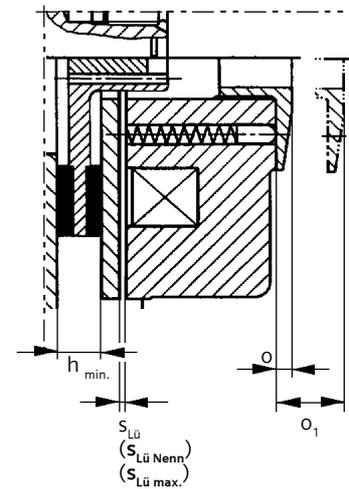

Fig. 2 Änderung des Bremsmomentes / Adjusting the braking torque / Modification du couple de freinage
2.3 Изменение тормозного момента (см. рис. 2)
Тормоз поставляется с установленным моментом. Вывинтив регулировочный кружок при помощи крюкового ключа, его можно понизить максимально до „o₁“. Каждое заскакивание регулировочного кружка значит изменение тормозного момента (см. рис. 2). Этим образом можно понизить тормозной момент до „M_{Br min.}“.
Лишь в случаях применения в качестве рабочего тормоза, когда возникает трение, необходимо с определенными интервалами проверять воздушный зазор „S_{Lb}“ и наипозднее при достижении макс. воздушного зазора „S_{Lb max.}“ нужно опять отрегулировать его на номинальный воздушный зазор „S_{Lb Nenn}“ (см. рисунок 2).
Если фрикционная накладка изношенная, ротор (2.00) необходимо заменить. Мин. толщина ротора см. рис. 2.